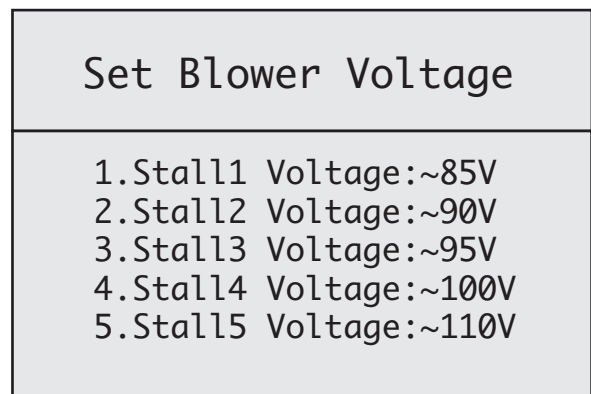

Figure 26
2. À l'aide de la touche de DÉFILEMENT BAS, descendre jusqu'à l'option 4 : « Set Blower Voltage » (réglage de la tension du ventilateur). Appuyer de nouveau sur ENTRÉE pour accéder au menu « Set Blower Voltage ». **VOIR FIGURE 26.**